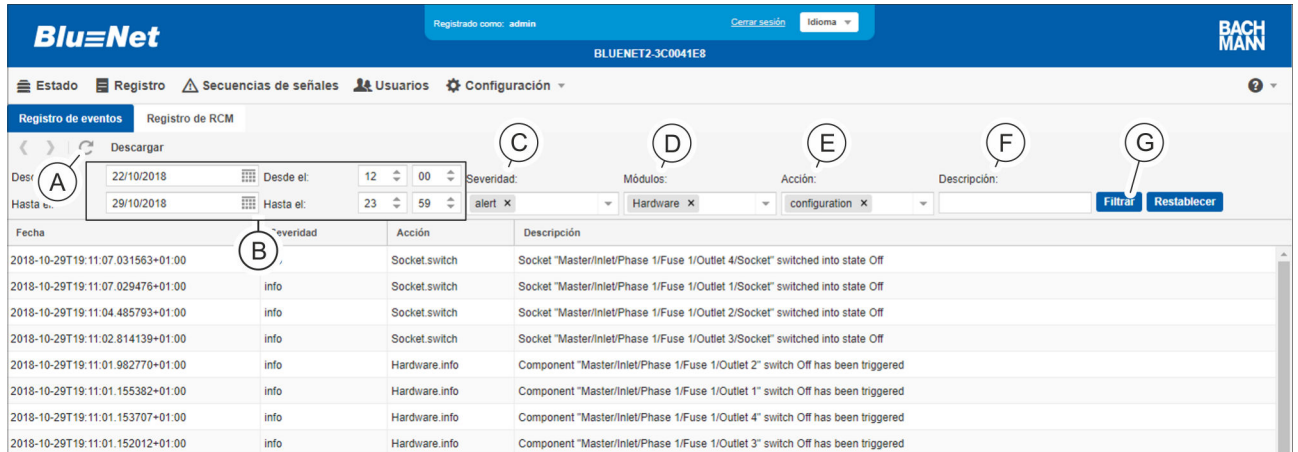

Fig. 121: Establecer los filtros
- Fecha y hora (Fig. 121/A)
- Severidad (Fig. 121/B)
- Módulos (Fig. 121/C)
- Acción (Fig. 121/D)
- Descripción (Fig. 121/E) (recuadro de texto libre)
- ➔ Haga clic en el botón "Filtrar" (Fig. 121/H).